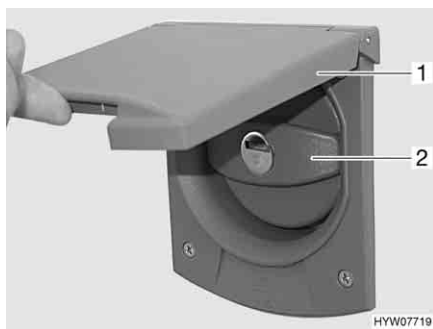

Fig. 109 Coperchio per bocchettone di riempimento dell'acqua potabile
- Sollevare lo sportello esterno (Fig. 109,1).
- Ruotare il coperchio blu (Fig. 109,2) di un quarto di giro.